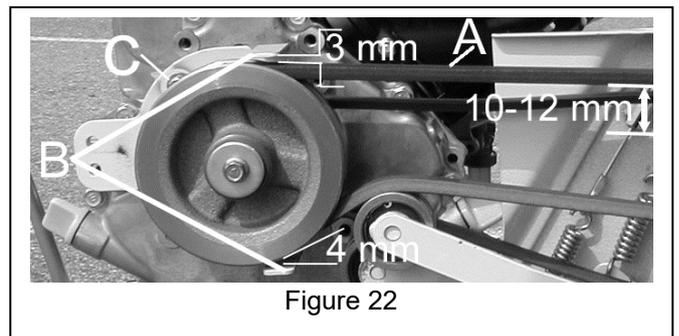

Figure 22
- Poussez la courroie avec un doigt entre les deux arbres (A, Figure 22) la courroie doit fléchir de 10 à 12 mm. Si la courroie ne se déplace pas en conséquence, effectuer réglage à nouveau.